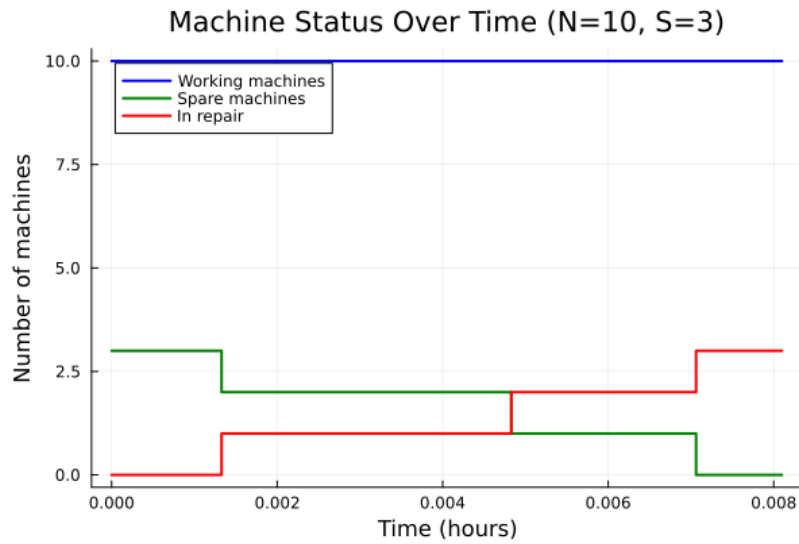

Рисунок 4.12: Статус машины
- состояние машин в разное время (изменения числа исправных машин во времени) (рис. 4.12);